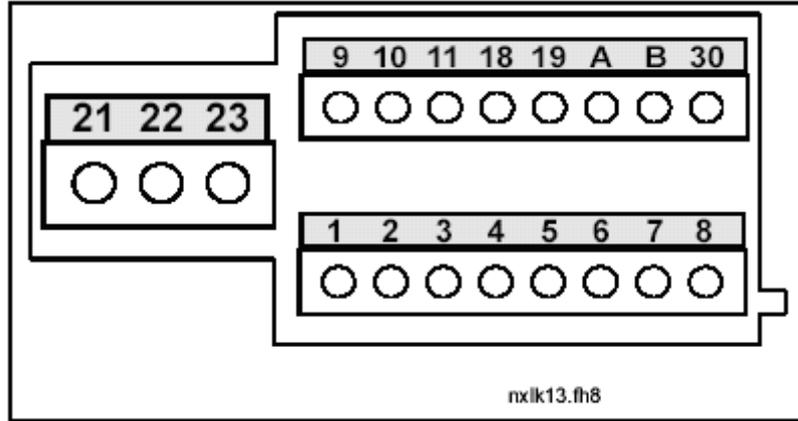

图 6-21. 控制信号连接, MF2-MF3
**MF4-MF6 变频器**（NXL 控制单元硬件版本为 JA, L 或更新）可以在插槽 D 和 E 中分别插装一块选件卡（见图 6-21）。版本为 NXL00005V250 或更新的软件支持 2 块选件卡的硬件配置。旧版本的软件依然可用，但不支持 2 块选件卡的硬件配置。